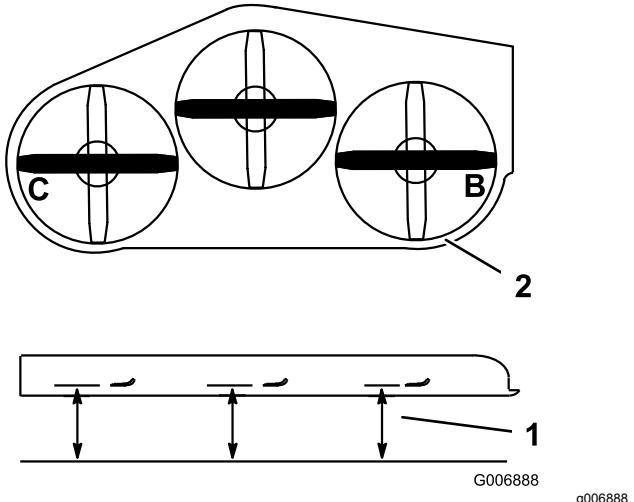

Figura 87
- Misurate ai punti **B** e **C** da una superficie piana fino al tagliente della punta della lama (Figura 87).